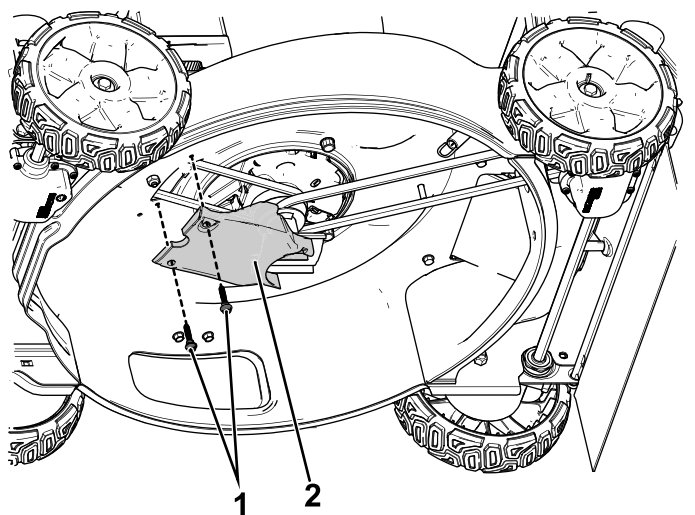

Figura 10
5. Serrate i 5 bulloni che fissano in posizione il deflettore posteriore (Figura 10).